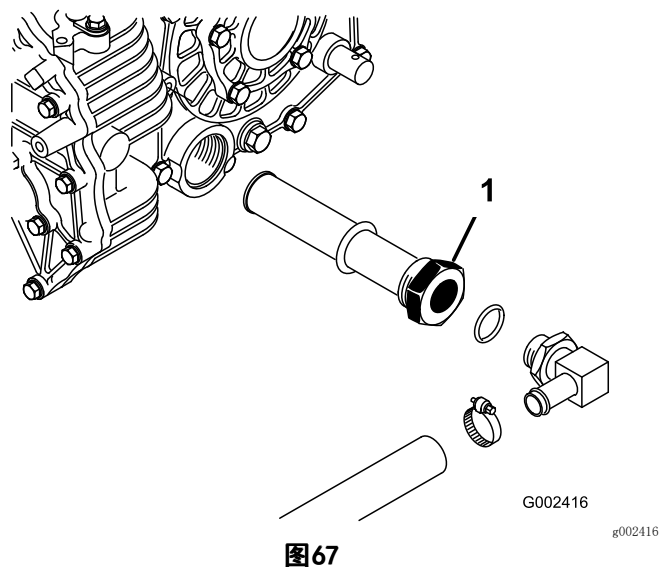

图67
3. 记下连接至液压油箱侧面滤网的液压油软管和 90° 接头的方向（图67）。